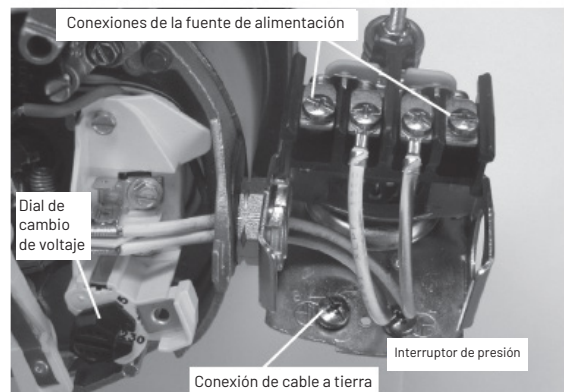

Figura 8: Configurar el voltaje en 230 V, tipo dial
3. Fije los cables de alimentación entrantes a los dos tornillos externos en el interruptor de presión, como se muestra en la Figura 8.
4. Fije el cable de puesta a tierra a las conexiones a tierra, como se muestra en la Figura 8.